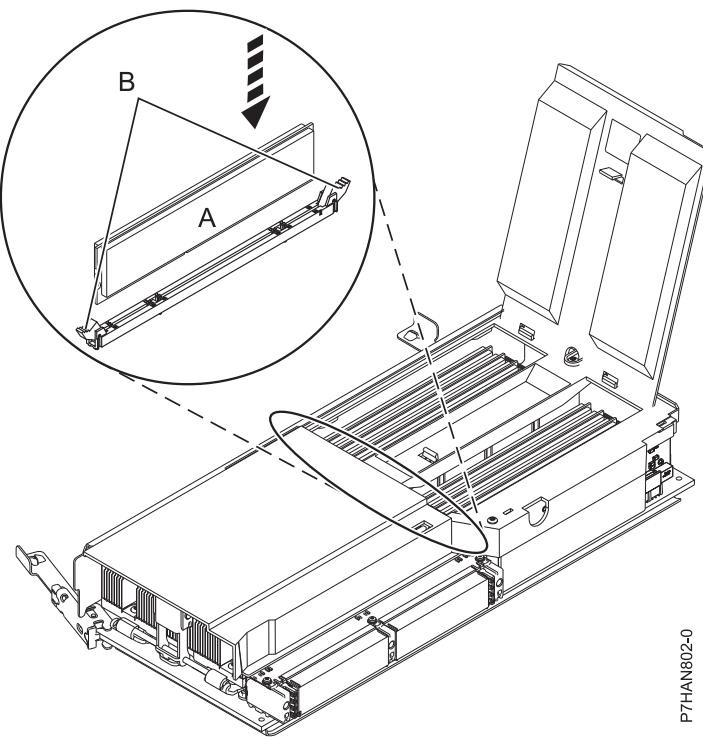

図2. メモリー・モジュールの取り替え
10. コネクターがメモリー・モジュールを受け入れる準備ができていることを確認します。メモリー・モジュール・フィラーがある場合は、タブ (B) を外側に押し下げて、取り外します。このタブ操作で、メモリー・モジュール・フィラーがコネクターの外に押し出されます。
12. 新規のメモリー・モジュールを取り付ける前に、図2に示すように、コネクター・ロッキング・タブ (B) がロック解除の位置に押し開かれていることを確認します。
13. メモリー・モジュール (A) の両端を慎重につかみ、コネクターの位置に合わせます。
14. コネクター・ロッキング・タブがかみ合うまで、メモリー・モジュール (A) をコネクターにしっかりと押し込みます。